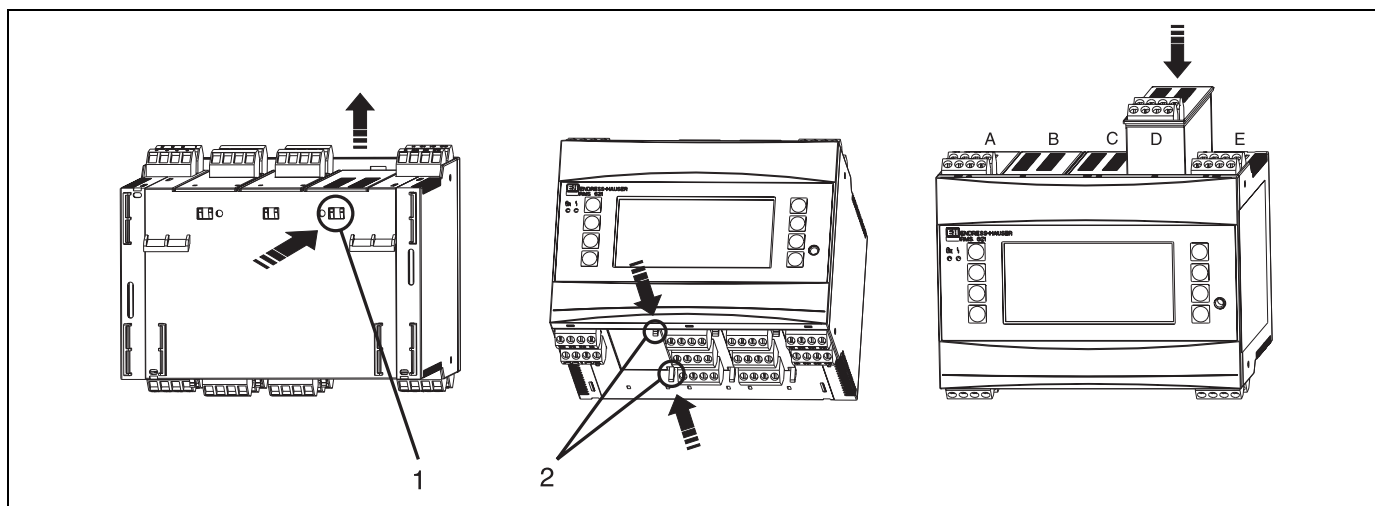

Abb. 5: Einbau einer Erweiterungskarte (beispielhaft)
Sie können das Gerät mit unterschiedlichen Erweiterungskarten bestücken. Es stehen hierzu maximal drei Steckplätze im Gerät zur Verfügung. Die Steckplätze für die Erweiterungskarten sind am Gerät mit B, C und D (→ Abb. 5) bezeichnet.
2. Entfernen Sie die Blindabdeckung aus dem betreffenden Steckplatz (B, C oder D) des Grundgerätes, indem Sie die Rastnasen auf der Unterseite des Energiemanagers zusammendrücken (s. Abb. 5, Pos. 2), gleichzeitig die Rastnase auf der Gehäuserückseite (z. B. mit einem Schraubendreher) nach innen drücken (s. Abb. 5, Pos. 1) und die Blindabdeckung nach oben aus dem Grundgerät herausziehen.
3. Stecken Sie die Erweiterungskarte von oben in das Grundgerät ein. Erst wenn die Rastnasen auf der Unter- und der Rückseite des Gerätes einrasten (s. Abb. 5, Pos. 1 und 2), ist die Erweiterungskarte korrekt eingebaut. Achten Sie darauf, dass die Eingangsklemmen der Erweiterungskarte oben sind und die Anschlussklemmen analog zum Grundgerät nach vorne zeigen.